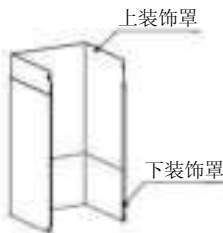

图4
5. 将伸缩管盖放入下装饰罩内，并确保上装饰罩套入后可自由调节高度，详见图 4。注意：产品不含伸缩管。